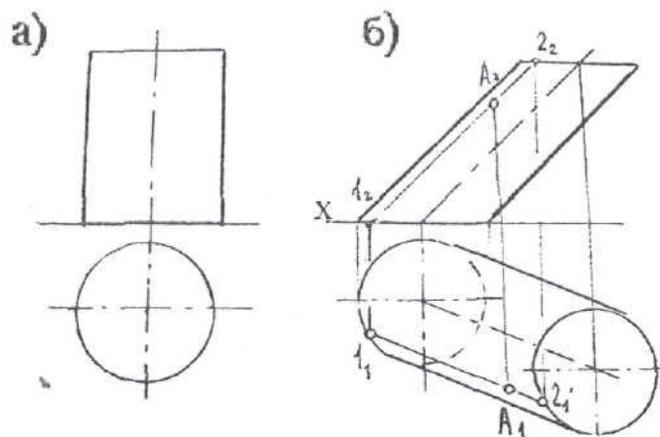

Рис. 9
**Цилиндрическая поверхность** представляет собой поверхность, образованную движением прямой линии по некоторой кривой линии. Причём прямая во всех своих положениях остаётся параллельной некоторому постоянному направлению (рис.9).
линдр. На рис.9а изображён прямой цилиндр, на рис.9б - наклонный. На рис.9б показано положение точки на поверхности цилиндра.